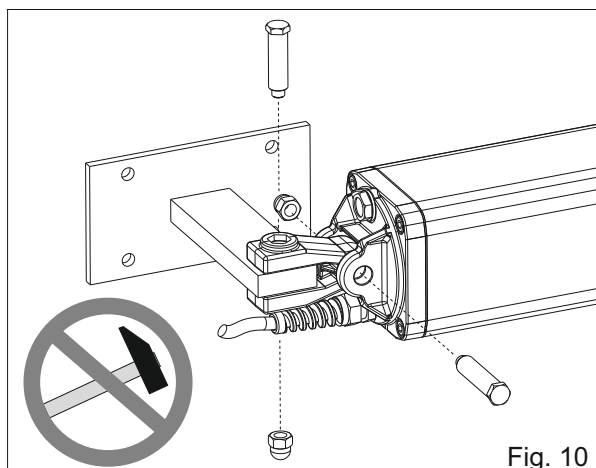

Fig. 10
- Die Schwinggabel wie in Abb. 10 befestigen